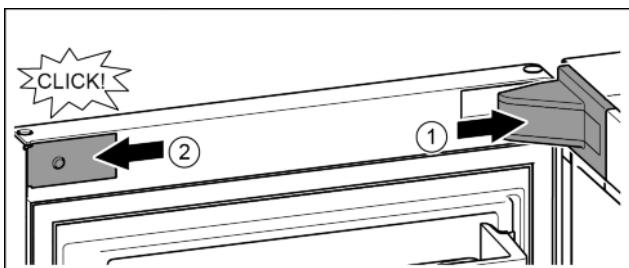

Fig. 24
- Stavite pokrov podloška ležaja i pustite ga da uskoči, po potrebi ga oprezno razdvojite. Fig. 24 (1)
- Postavite masku bočno i pustite da uskoči. Fig. 24 (2)